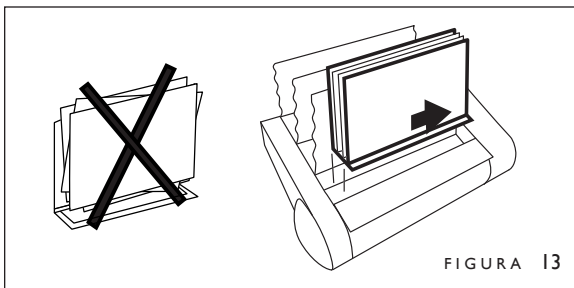

FIGURA 13
4. Golpee suavemente la cubierta y las páginas del documento sobre la superficie plana en la parte delantera del cuerpo central para escuadrar las páginas de manera que queden alineadas. Coloque el documento ensamblado en la bandeja de encuadernación y deslícelo completamente hacia la derecha (figura 13). Golpee suavemente las partes superior e izquierda para escuadrar todas las páginas de modo que queden alineadas.